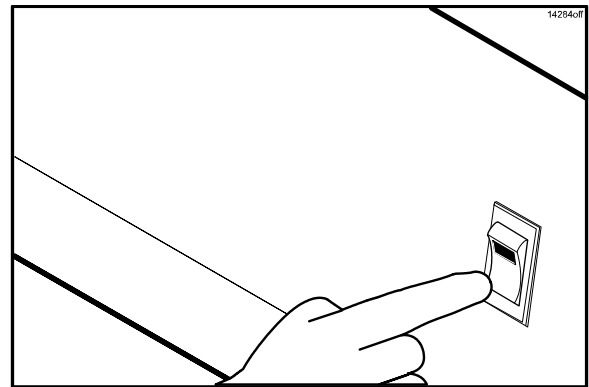

Figure 115
51. Mettre le commutateur de verrouillage du ventilateur à l'arrêt (Cf. Figure 115).